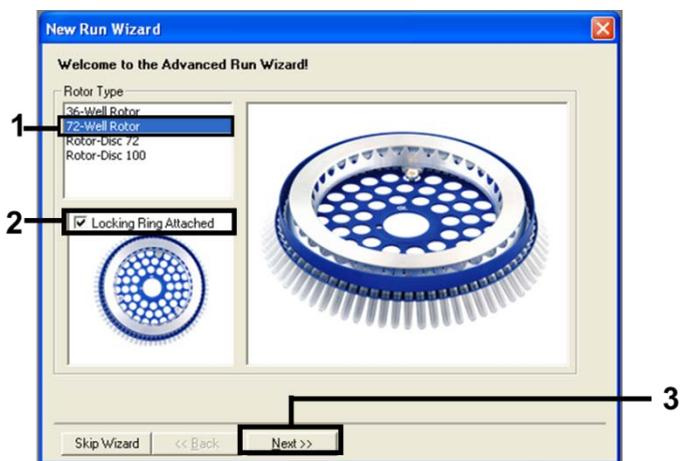

Figure 1. Boîte de dialogue « New Run Wizard » (Assistant nouveau cycle).
3. Sélectionner « 72-Well Rotor » (Rotor à 72 puits) comme type de rotor. Veiller à ce que la bague de verrouillage soit correctement fixé et cocher la case Locking Ring Attached (Bague de verrouillage fixée). Cliquer sur Next (Suivant) (figure 1).